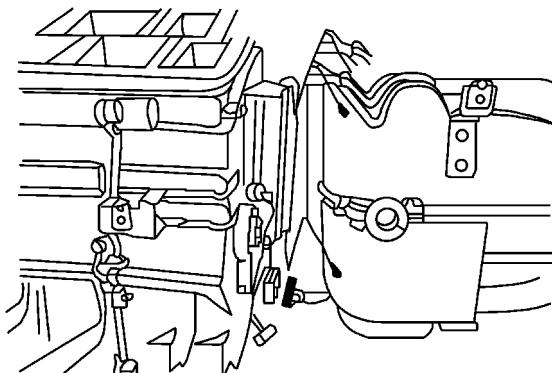

图 5-45 拆卸加热器/空气分配壳体总成
- 3) 按照图 5-45 所示，拆卸加热器/空气分配壳体总成。从加热器/空气分配器壳体总成上拆卸导线束和插接器，拆卸加热器芯壳体和蒸发器壳体连接螺钉。